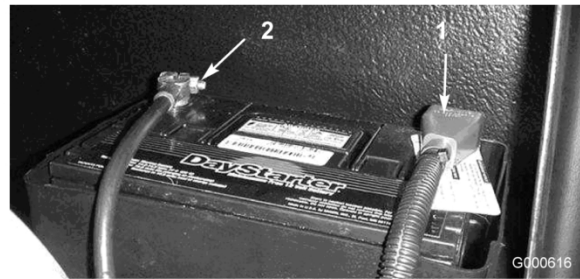

Figura 39
- Instale o cabo positivo (vermelho) no terminal positivo (+) e o cabo negativo (negro) no terminal negativo (-) da bateria (Figura 39). Prenda os cabos nos pólos com parafusos e porcas. Certifique-se de que o terminal positivo (+) se encontra correctamente colocado no